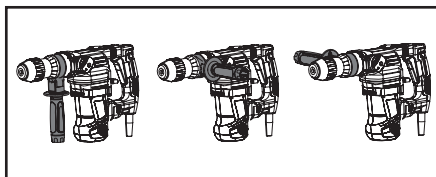

Abb. 4
- Vor der Sicherung drehen Sie den Griff in eine solche Position, dass Sie den Bohrhämmer während der Arbeit fest, sicher und bequem halten können, siehe Abb. 4.